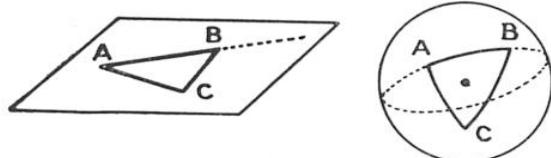

FIG. 4. — L'UNIVERS « RIEMANNIEN » EST A L'UNIVERS « EUCLIDIEN », TEL QUE NOUS LE CONCEVONS ORDINAIREMENT, CE QUE LA SPHÈRE EST AU PLAN
Sur le plan (fig. 4), la plus courte distance des deux points *A* et *B* est la droite *AB* ; on peut prolonger cette ligne indéfiniment, sans qu'elle revienne jamais en arrière ; la somme des angles d'un triangle *ABC* est rigoureusement égale à deux droits. Sur la sphère, la plus courte distance de deux points *A* et *B* est l'arc de grand cercle
FIG. 4. — COMMENT ON ÉTUDE DANS UNE SALLE LA RÉFLEXION DU SON SUR LES PAROIS. L'opérateur, placé en a, donne un coup sec (pistolet ou, plutôt, claquette). Un microphone, disposé en un point voisin, reçoit les échos produits par les différentes parois, et les transmet à un oscillographe.
Comme sur les précédents diagrammes, les courbes supérieures t correspondent à un enregistrement chronométrique. Le diagramme supérieur A est l'oscillogramme obtenu, la salle étant vide ; le diagramme B est l'oscillogramme obtenu, la salle étant pleine. 0 correspond à l'enregistrement direct du bruit par le microphone ; 1 et 2, à l'enregistrement du son après réflexion sur le sol et sur la première banquette d (fig. 4) ; 3 et 4, après réflexion sur les autres banquettes ; 5, après réflexion sur le fond R de la salle ; 6, après double réflexion sur le fond R et la paroi V (fig. 4). Lorsque la salle est pleine (B), on constate que les réflexions sur les banquettes sont beaucoup moins nettes.
Pour étudier plus particulièrement la question des « échos » et se rendre compte des surfaces qui sont nuisibles à cet effet, on procédera un peu différemment. Au lieu d'employer un haut-parleur comme source sonore, on se contentera d'émettre un son bref — en tirant un coup de pistolet, par exemple, ou de préférence en provoquant un bruit de claquette qui est beaucoup plus sec — à l'endroit voulu. Le microphone enregistrera alors ce son, ainsi que tous les échos successifs. En inscrivant alors, sur la même feuille, les battements d'un chronographe, on peut déterminer, en outre, les durées des différents échos et, par suite, la distance de l'endroit où se trouve le microphone aux différentes surfaces réfléchissantes. Cette méthode est extrêmement précise (voir fig. 4 et 5). Elle a même permis de vérifier les cotes des salles portées sur les épures